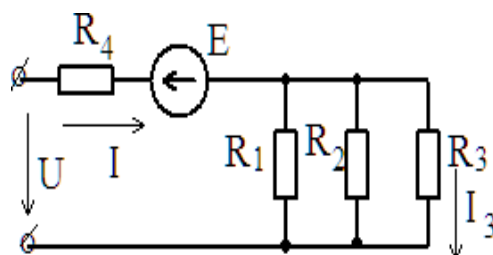

Рис.8
85. Для цепи (Рис.8) известно: $I=40$ А; $E=20$ В, $R_1=12$ Ом; $R_2=6$ Ом; $R_3=4$ Ом; $R_4=5$ Ом. Определить напряжение U на зажимах цепи и ток I_3 .